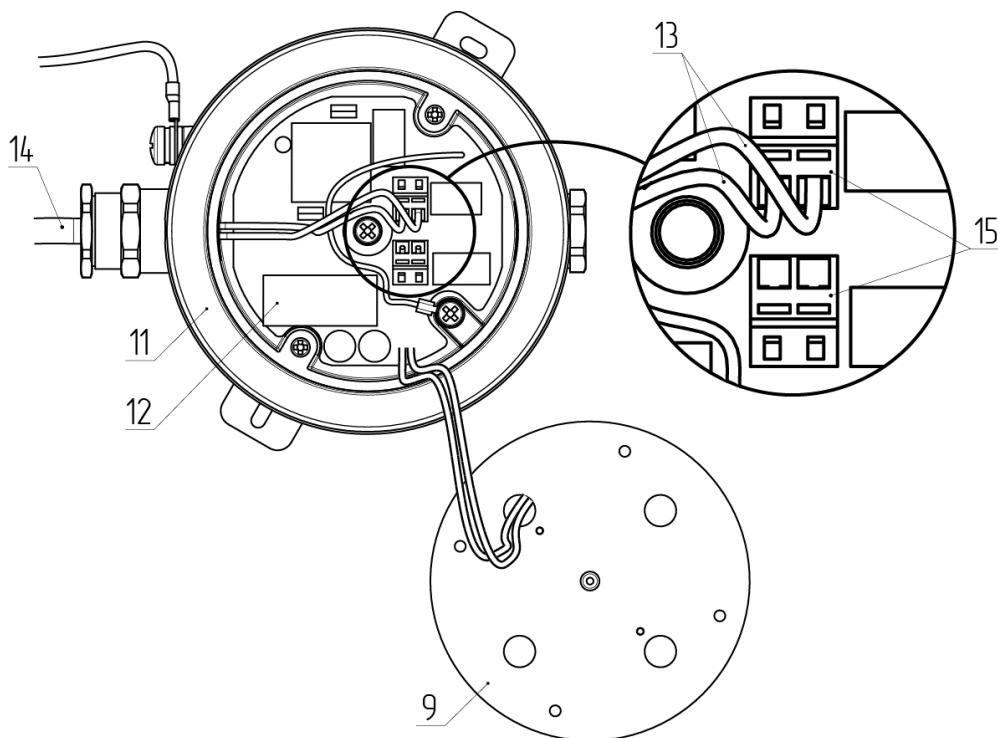

Рис. 5
4.1.5 – Отсоединить провода 13 силового кабеля 14 от клеммных колодок 15 источника питания 12 (см рис. 5).